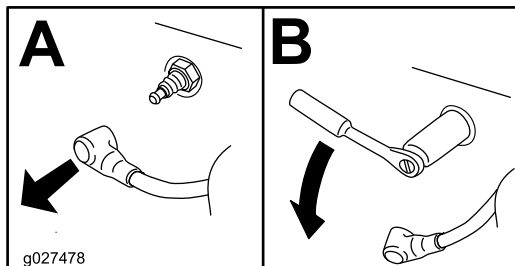

Figura 43
4. Retire a(s) vela(s) como se mostra na Figura 43.